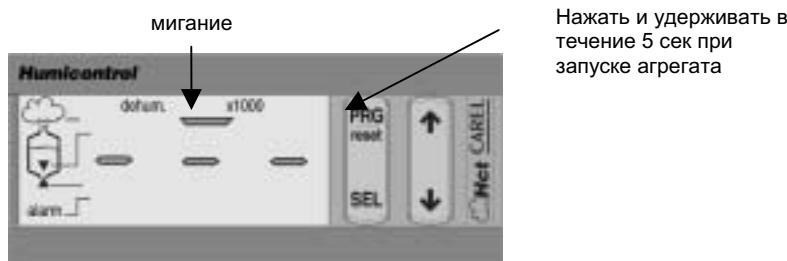

Рис. 11.5.1
- Отпустите кнопку PRG не позднее 3 секунд для подтверждения вызова и сохранения параметров по умолчанию; при подтверждении значений черточка будет гореть в течение 2 сек (как показано на рис. 11.5.1);